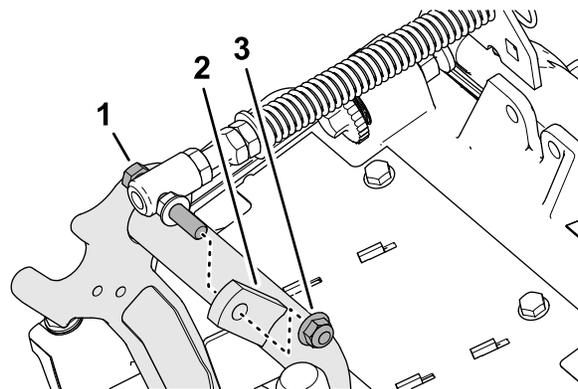

图 9
- 拆下将草坪补偿弹簧的平头螺丝固定到承载架右侧凸耳的凸缘锁紧螺母  $\frac{3}{8}$  英寸然后从滚刀组上拆下补偿弹簧图 9。